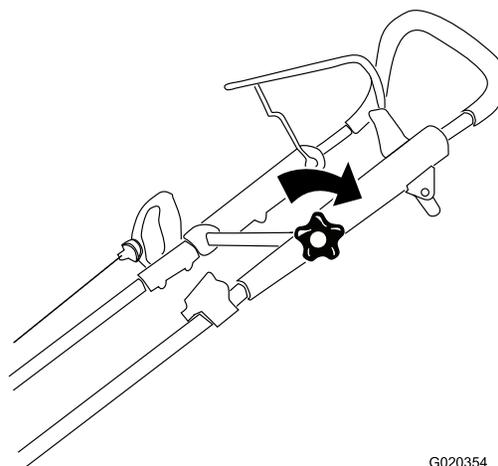

Figure 16
3. Serrez solidement le bouton de la partie supérieure du guidon (Figure 16).